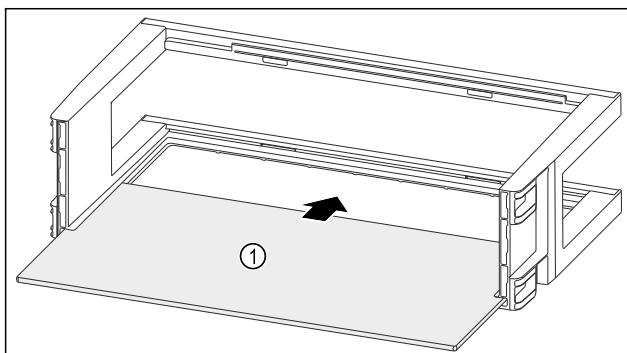

Fig. 111
- Посьуньте полицю Fig. 111 (1) у бічні пази.